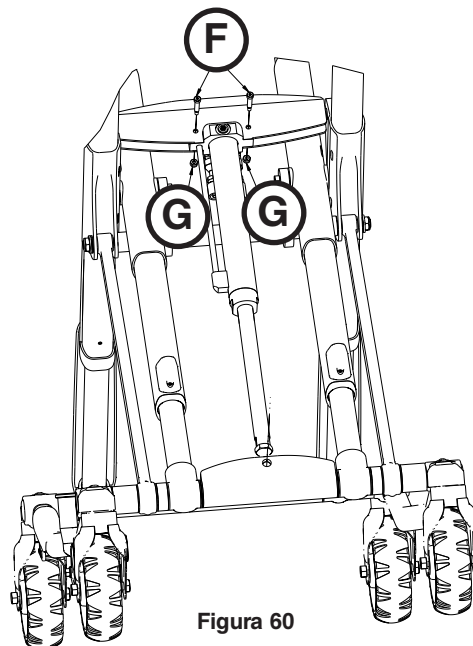

Figura 60
7. Con una llave hexagonal de 1/8" y una llave combinada de 3/8", extraiga los dos tornillos de fijación de cabeza hueca (F) y las tuercas hexagonales Fiberlock (G) que fijan el cilindro hidráulico a la base (Figura 60).